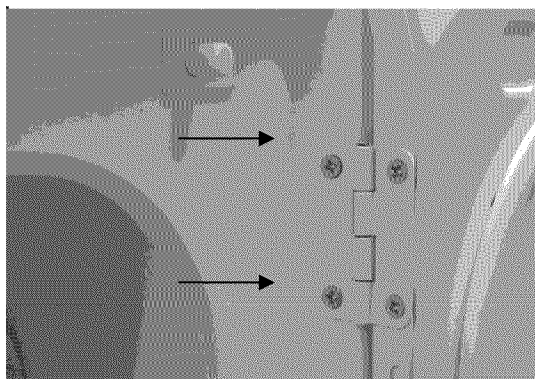

Figure 2
2. Détendez les quatre (4) vis qui tiennent la charnière au Panneau Frontal. (Figure 2). Pour de meilleurs résultats, enlevez seulement une des vis. Enlevez ensuite les deux restants, entretemps prenez la porte fermement, pour éviter qu'il tombe et cause des degats à la charnière, le Panneau Frontal ou à la Porte. Après avoir détendu les vis restantes, enlevez les complètement.